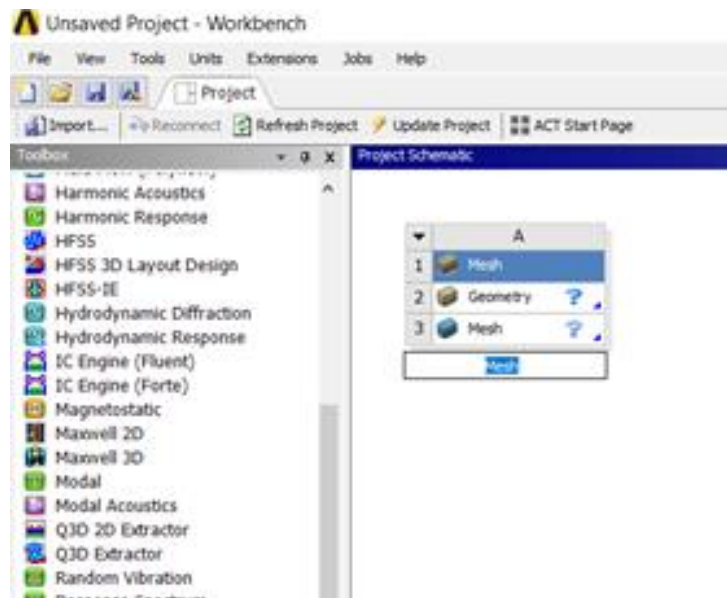

Fig. 1 Componente Mesh.
2. Estando en la interfaz de Workbench, en el lado izquierdo se muestra la barra de componentes. Siguiendo la secuencia Component Systems > Mesh, se muestra el componente que se requiere para iniciar con el análisis. Véase la Fig. 1.
1. Se da doble clic en Mesh de la Fig. 1.